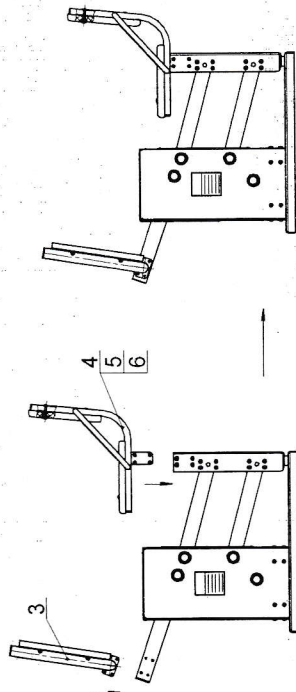

Рис.4
- 12.3.9 Произвести сборку тренажера (рис.4...8):